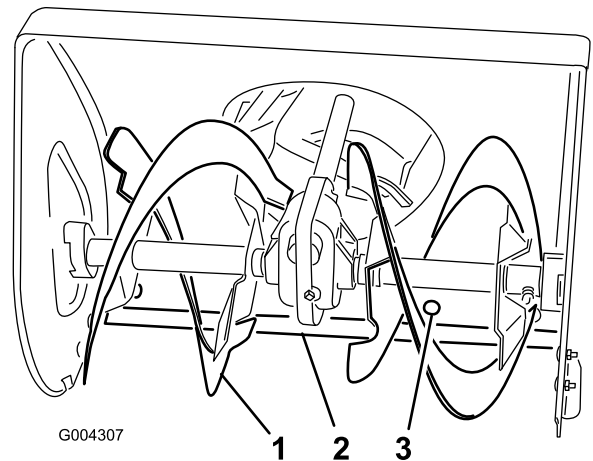

Bild 28
1. Seitenplatte des Räumwerks (2)
2. Bundmuttern (4)
3. Kufe (2)
4. Stützen Sie die Schneckenblätter so ab, dass sie 3 mm vom Boden entfernt sind (Bild 28).
6. Lösen Sie zur Einstellung der Schürfleiste die fünf Befestigungsschrauben (Bild 28), richten Sie die Leiste aus und ziehen Sie die Befestigungsschrauben wieder fest.